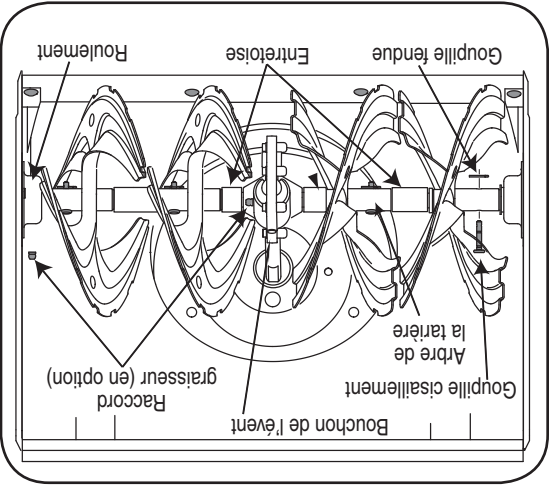

Figure 21
Enlevez les goupilles de cisaillement sur l'arbre de la tarière, au moins une fois par saison. Vaporisez un lubrifiant à l'intérieur de l'arbre et autour des entroîses. Lubrifiez aussi les roulements à bride trouvés à chaque extrémité de l'arbre de la tarière. Voir la Figure 21.
- Goupilles de cisaillement et goupilles fendues maintiennent les tarières sur l'arbre de la tarière. Les goupilles sont sensées se cisailier si la souffreuse heurte un objet ou un bloc de glace. Voir la Figure 21.